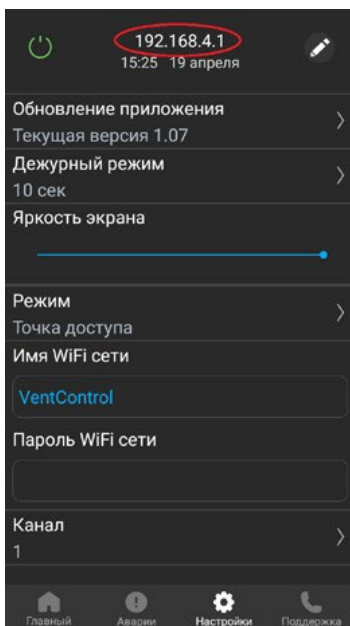
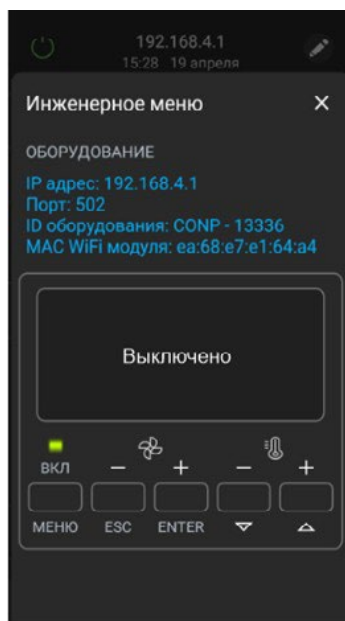

Рис.25
Рис.26
1. Перейдите во вкладку «НАСТРОЙКИ» на экране панели, затем нажмите (в течение 3-х секунд) на название «Текущая версия» в верхней части экрана (см. рис.25, отмечено красным) – осуществится переход в «ИНЖЕНЕРНОЕ МЕНЮ» (см. рис.26). На экране будет написано «Выключено».